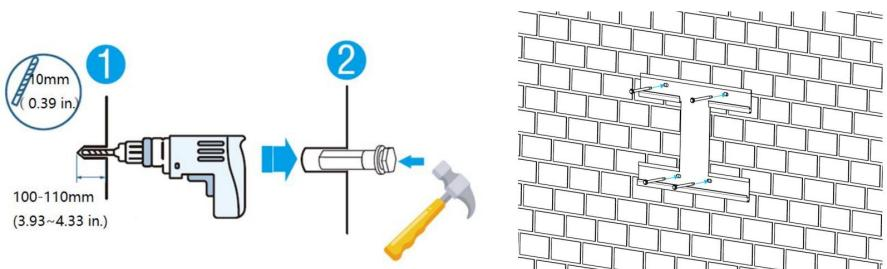

Abb. 5-1
- Wählen Sie den empfohlenen Bohrkopf (wie in Abb. 5-1 gezeigt), um 4 Löcher in die Wand zu bohren, 100mm-110mm tief.
- Benutzen Sie einen geeigneten Hammer, um die Aufhängeplatte an der Wand zu befestigen und stecken Sie die Spreizbolzen (M6x100) in die Löcher, wie in Abb. 5-1 gezeigt.